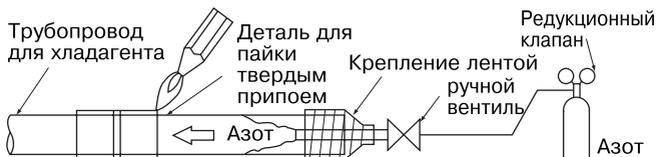

Рис. 25
- Если пайка выполняется одновременно с подачей в трубопровод азота, азот необходимо довести с помощью редукционного клапана до 0,02 МПа (0,2 кг/см²). (См. Рис. 25)